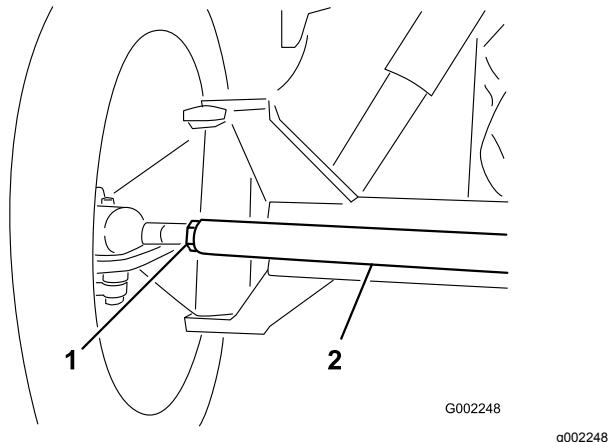

图 85
3. 如果测量值超出规定的范围、请松开横拉杆两端的锁紧螺母 图 85。